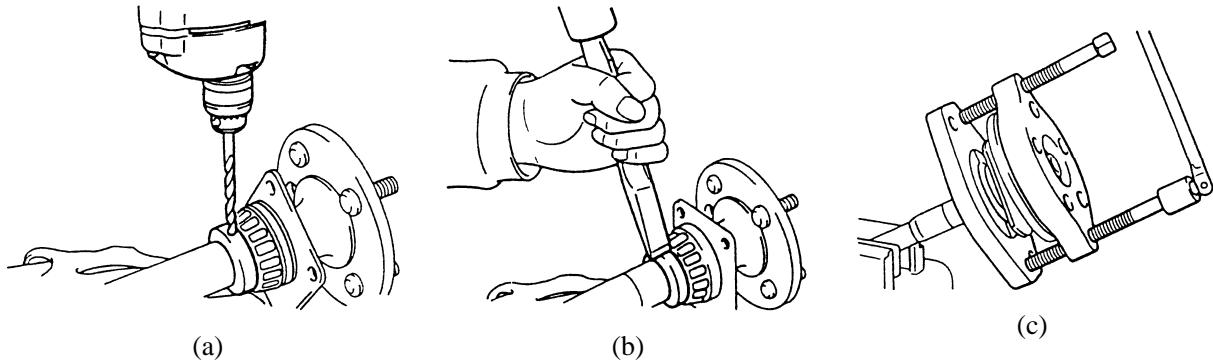

图 4-97 (c) 拆卸固定器
(1) 如图 4-97(a)所示, 用虎钳将后半轴固定, 在固定环上钻一个直径为 6mm, 深为约固定器厚度之 3/4 的孔。注意切勿钻穿固定环, 否则会伤及后半轴。
(2) 如图 4-97 (b) 所示, 在钻完固定环上的孔后, 使用平鳌横置于孔上并敲击打破环部, 并更换新的环体总成。
(3) 如图 4-97 (c) 所示, 将固定器板及油封向前推向半轴凸缘上。在半轴凸缘上装上凸缘板, 并将螺栓插入凸缘板上后装上接头使其固定在环座上。